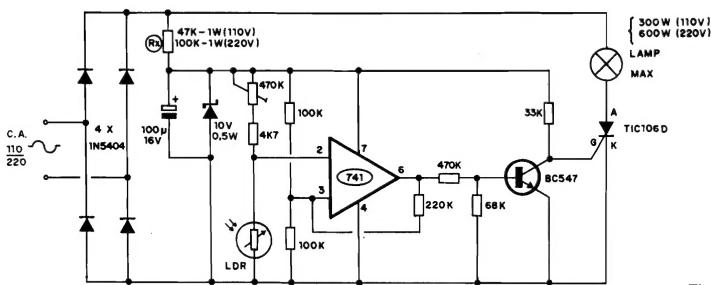

Fig. 1
- FIG. 1 - DIAGRAMA ESQUEMÁTICO DO CIRCUITO - Toda a sofisticação do circuito (se comparado a outros projetos com "intenções" semelhantes...) está no uso de um sensível comparador de Tensão, baseado num Integrado 741 cujas duas Entradas (a *inversora*, no pino 2, e a *não inversora*, no pino 3...) fazem o sensoramento de dois "nós" de uma ponte resistiva (um dos métodos mais precisos e sensíveis para se avaliar mesmo pequenas modificações das grandezas Resistência ou Tensão...), da qual um ramo é formado pelo conjunto equilibrado, determinado pelo "totem" de dois resistores de 100K, colocando
O lado não coberto da placa mostra todos os principais componentes, relacionados e estilizados por valores, códigos, polaridades e outros detalhes importantes, a partir dos quais fica muito fácil ao Leitor acomodar corretamente as peças nos seus devidos lugares (e em posições corretas...). Os maiores cuidados devem ser dedicados à colocação dos componentes **polarizados**: o Integrado 741 com sua extremidade marcada voltada para o resistor de 4K7, o SCR TIC106D com sua lâmina metálica virada para a posição ocupada pelo resistor de 68K, o transistor BC547 com seu lado "chato" virado para o resistor de 33K, o diodo **zenner** com sua extremidade de **cátodo** (marcada pelo anel) ou faixas apontando para o eletrolítico de 100µ, este com seu terminal **positivo** posicionado junto à borda próxima da placa, e, finalmente, os 4 diodos maiores (1N5404) com suas extremidades marcadas voltadas para a face "superior" na placa (na posição em que o Impresso é visto, na figura...). Verifiquem também a posição de R₁, cujo valor dependerá (ver "esquerda" na FIG. 1 e a LISTA DE PEÇAS...) da tensão da rede local... (quanto aos resistores comuns, atenção para não "trocar as bolas" no que se refere aos valores, em função das posições ocupadas... Terminadas todas as inserções e soldagens, verificar cada posição, valor, código, polaridade, pontos de solda (peço outro lado da placa...), e só então "amputar" os excessos das